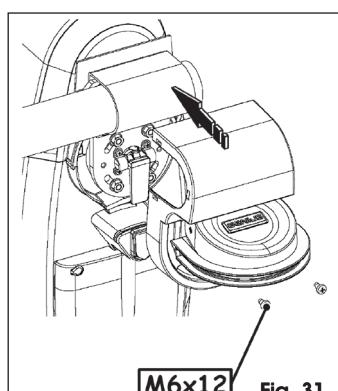

Fig. 31
- Positionner le carter de protection du dispositif de déverrouillage, d'après la Fig. 31 et le fixer utilisant les deux vis fournies.